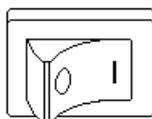

Рисунок 7 Выключатель питания в положении "Включено"
4. Переведите выключатель питания в положение [ I ] «Включено» (см. Рис. 7):